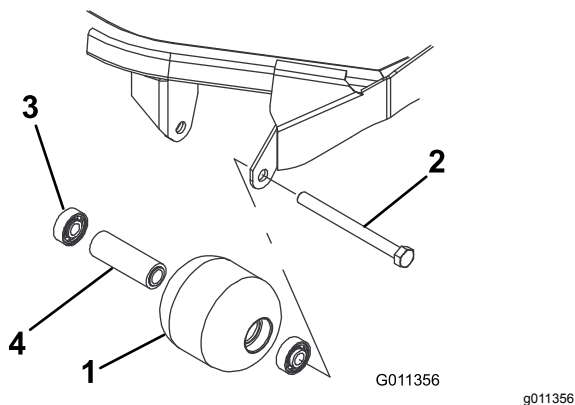

Figura 86
1. Retire o parafuso de montagem do rolo (Figura 86).
4. Verifique se a estrutura dos rolamentos, os rolamentos e o espaçador de rolamentos estão danificados (Figura 86). Substitua os componentes danificados e volte a montar.
1. Introduza o primeiro rolamento na estrutura do rolo (Figura 86). Empurre só a calha externa ou, então, exerça o mesmo tipo de pressão nas calhas interna e externa.
2. Coloque o espaçador (Figura 86)
3. Introduza o segundo rolamento na estrutura do rolo (Figura 86) exercendo o mesmo tipo de pressão nas calhas interna e externa até a calha interna entrar em contacto com o espaçador.